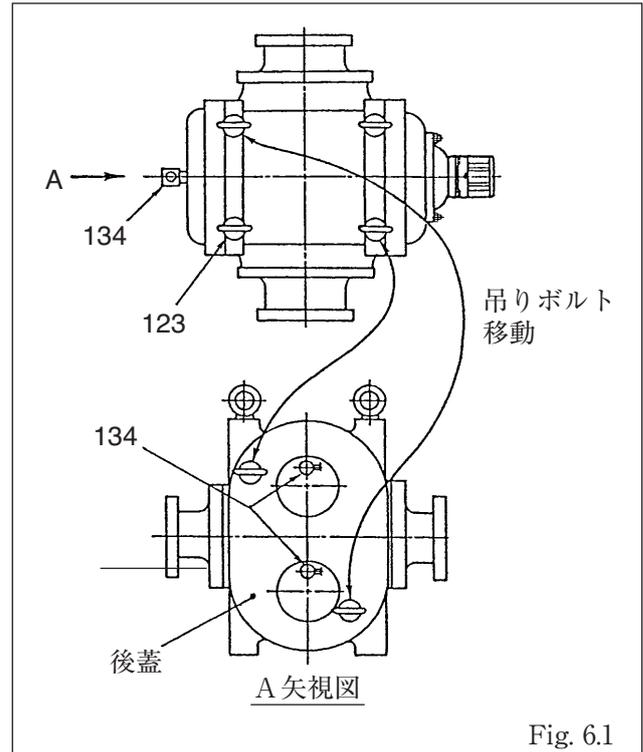

Fig. 6.1
- (1) 後蓋側の空気抜弁(134) 2個の保護のため出荷時、吊りボルト(123) 2本を後蓋に付けておきます。取付け取外しの際は、上部に吊りボルトを付け直してご使用ください。(Fig.6.1)